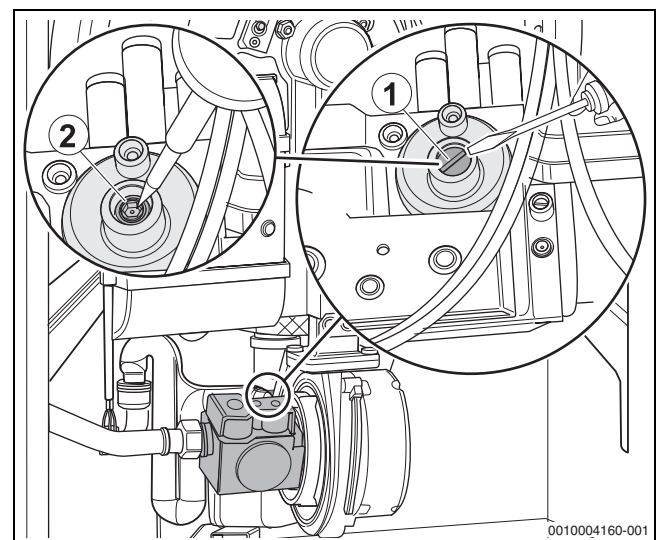

Bild 29 CO₂-Einstellung bei Teillast prüfen
- ▶ Abdeckschraube der Teillast-Einstellschraube entfernen (→Bild 29, [1], Seite 29).